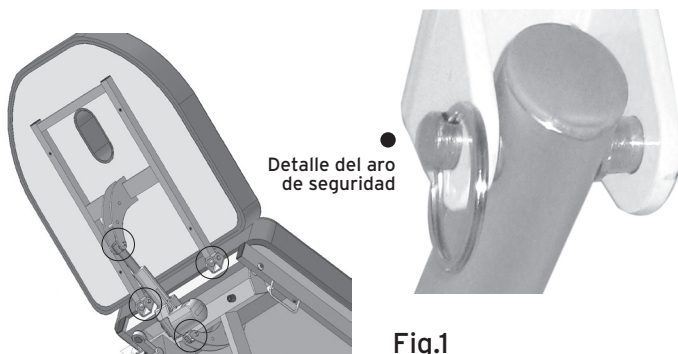

Fig.1
- Ensamblar el cabecero (sólo para MI38X-MI39X) y el actuador al bastidor utilizando los pernos del kit de accesorios (Ref.G) y bloquearlos con los aros de seguridad (Ref.H) como en la Fig.1